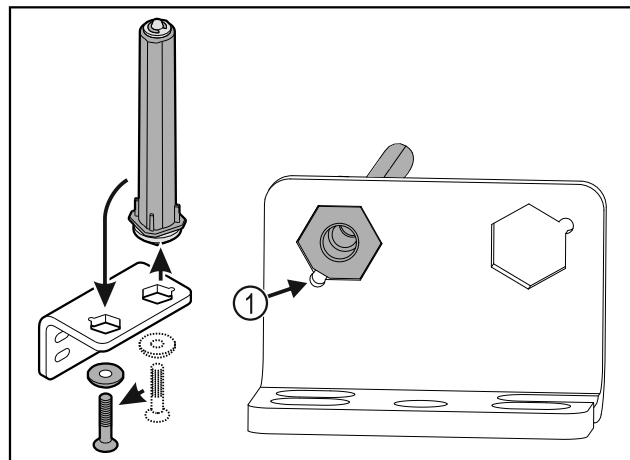

Fig. 28
- Dbejte, aby při vsazování ukazovalo zešíkmení čepu Fig. 28 (1) ke kulatému otvoru.